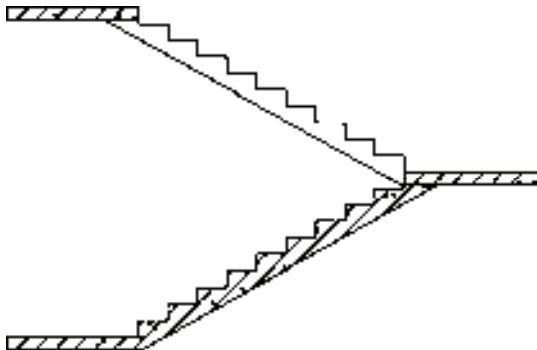

图 12-69 打开素材
1) 按〈Ctrl+O〉组合键，打开配套光盘提供的“第 12 章/12.3.4 楼梯栏杆.dwg”素材文件，如图 12-69 所示。